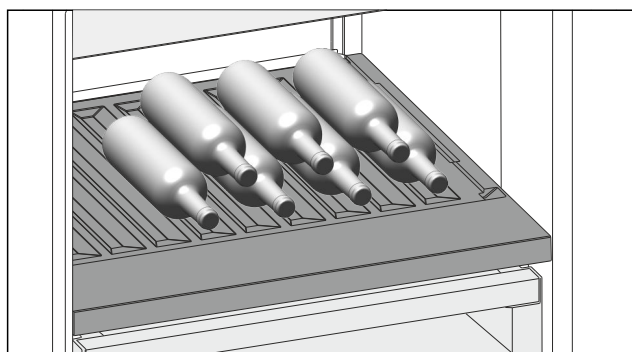

Fig. 111
- ▶ Láhve ukládejte dnem dozadu k zadní stěně. (viz Fig. 111)